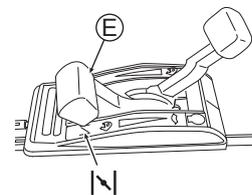

Fig. 10
3. Placez la Manette des gaz (E) sur la position Obturation "||". (Voir Fig. 10)